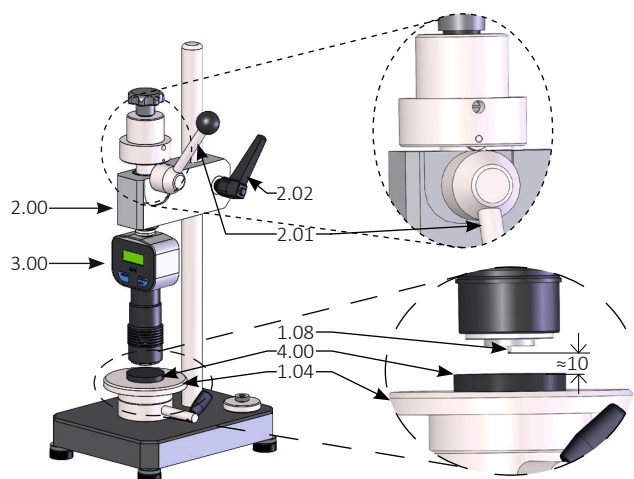

Fig. 6 Shore A, B, 0, A0, E, L/c, Asker C 测试方法
- › 向下匀速释放测试加载杆(2.01)，直到自带砝码不再停留在加载杆(2.01)的偏心盘上(见图6)。